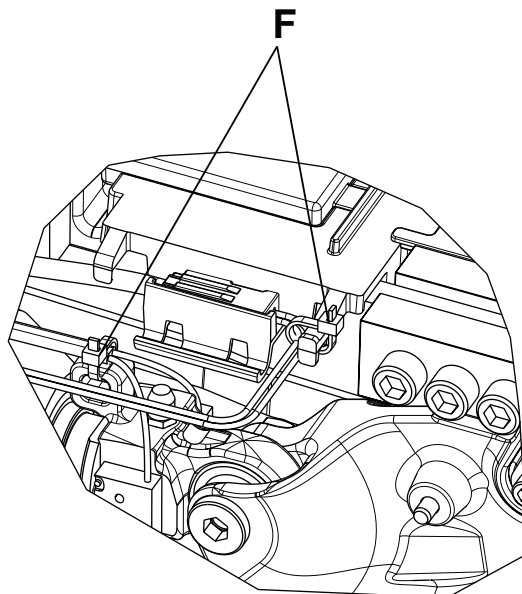

Figure 21 – Emplacement des serre-câbles
9. À l'aide d'une pince coupante diagonale, couper les serre-câbles (F) qui fixent le câble de l'ensemble d'extrémité de tige du vérin hydraulique au couvercle en plastique (Figure 21).